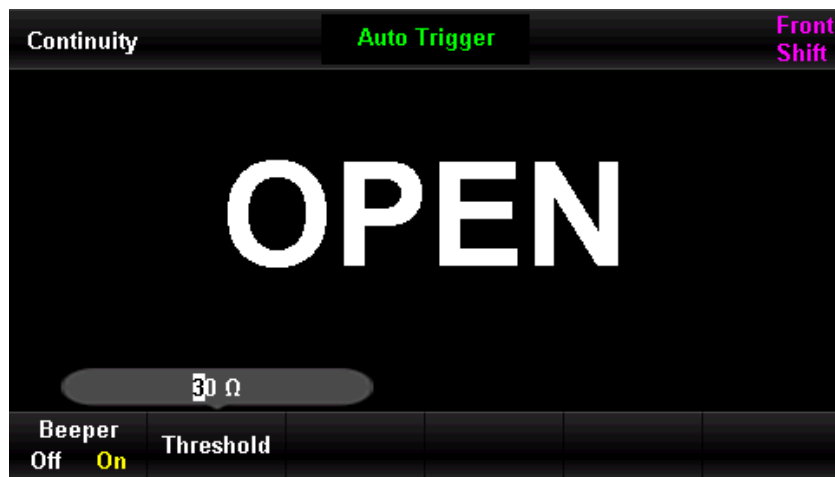

Abbildung 2-30 Menü zur Kontinuitätsmessung
1. Drücken Sie die Taste  auf dem Bedienfeld, um das Menü für die Kontinuitätsmessung aufzurufen, wie in Abbildung 2-30 gezeigt.